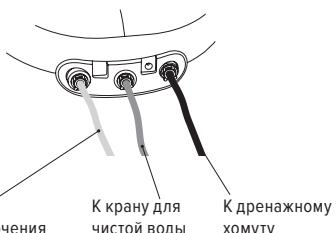

Рис. 8
- Подсоедините подводящие трубы согласно схеме, показанной на рис. 8.